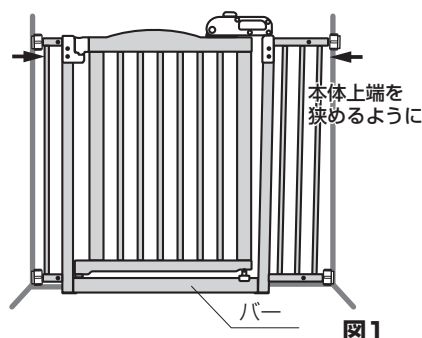

図1
- 安全のため、下部のバーと床面が接するように設置してください。(図1 参照)
※設置の際、本品上部が取り付け場所の幅より広くなることがあります。上側を狭めながら設置してください。(図1 参照)